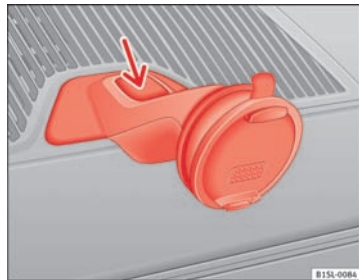

Fig. 121 Afmontering af holder til navigationssystem
- Tryk på holderens udløserknop ⇒ Fig. 121 (pil).